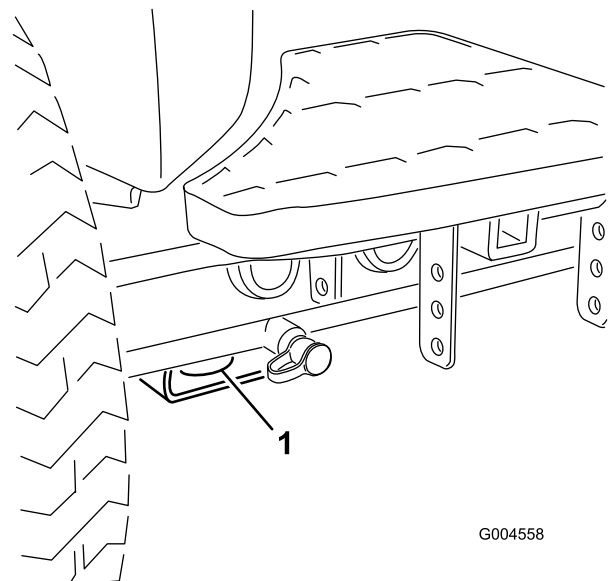

Figura 58
- Anteriore – Foro nel supporto rettangolare, sotto il tubo dell'assale, all'interno delle ruote anteriori (Figura 58).